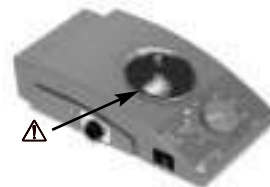

Fig. 1: emplacement dangereux
• Ne touchez pas les pièces en mouvement (risque d'écrasement, de coups et de coupure, voir fig. 1: emplacement dangereux!)